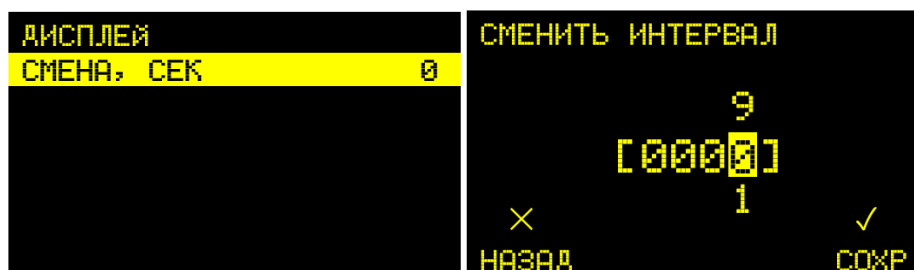

Рисунок 18 - Дисплей
2.4.3.4 В подразделе «ДИСПЛЕЙ» производится настройка интервала автоматической смены отображаемого канала (см. рисунок 18).